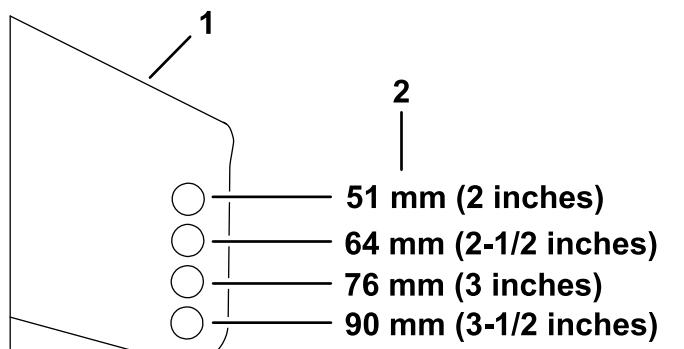

Figure 30
5. Placez les galets dans l'une des positions indiquées à la Figure 30.